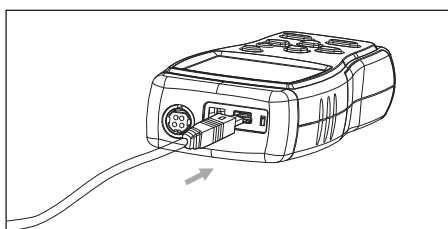

图7
- 4). 将USB传输线的一端插入风速计主机顶部USB接口处，如图7: